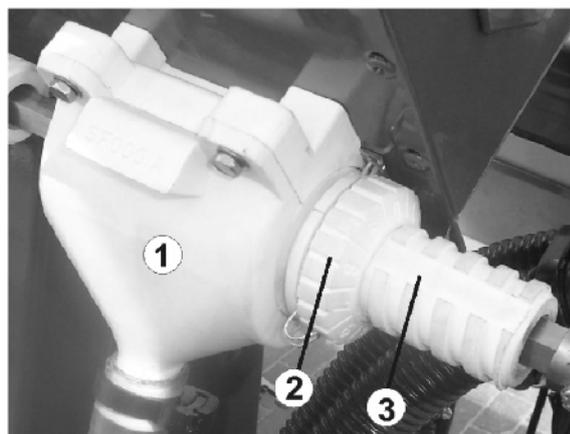

Fig. 43
La unidad dosificadora (Fig. 43/1) consta de
- un pasador ajustable que dosifica la dosis de aplicación a través de una sección transversal de apertura. Para ajustar diversas cantidades de dosificación se gira la rueda de ajuste (Fig. 43/2) a la posición necesaria.